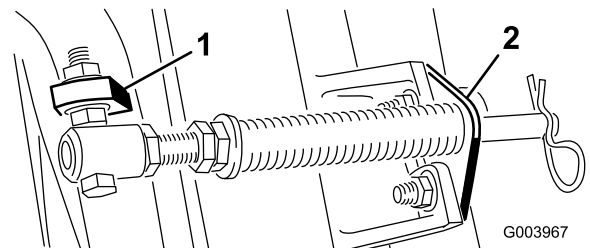

図 11
注 ボルトは、(図11)に示すように、頭部が外側にくるように取り付ける。
- E. カッティングユニットのタブにロッドブラケットを取り付け、キャリッジボルト2本とナットで固定する(図11)。ロッドブラケットの再取り付けを行うときに、カッティングユニットのタブの前に、左ホースガイドを取り付ける(図13)。